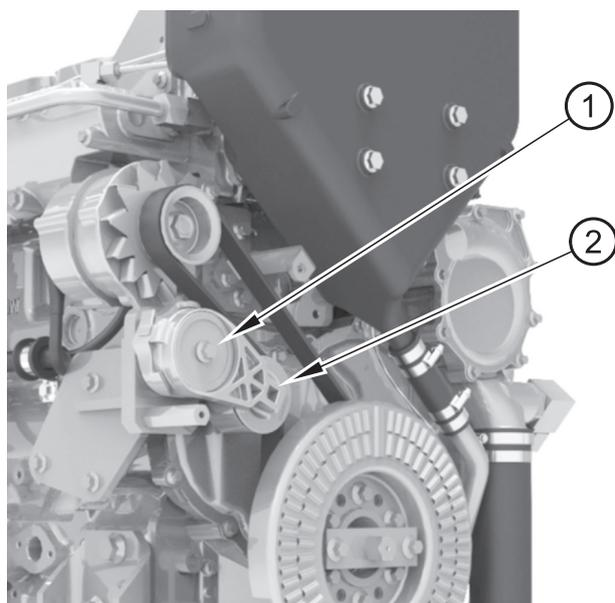

Abbildung 13
- Führen Sie ein quadratisches Antriebswerkzeug (Abbildung 13, Nummer 2) in die quadratische Öffnung des Riemenspanners (Nummer 1). Drehen Sie den Riemenspanner im Uhrzeigersinn, um die Spannung am Antriebsriemen zu lösen. Entfernen Sie den Riemen.